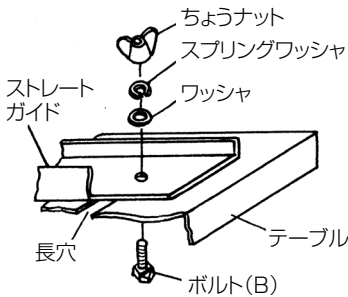
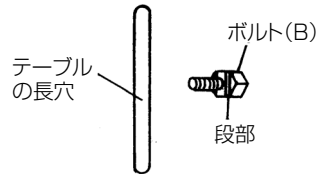

図 36
図 37
つぎにワッシャ、スプリングワッシャをボルト (B) に取付け、ちょうナットで締付け、ストレートガイドを固定します。(図 36、図 37)